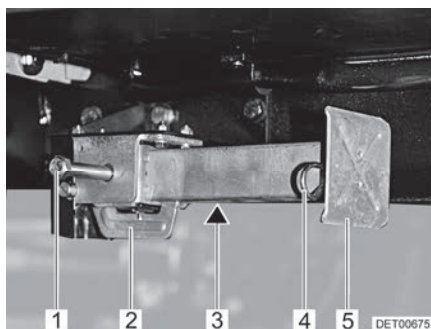

Bild 21 Stödben
- Placera hylsnyckeln på sexkanten (Bild 21,1) och vrid runt den tills stödbenet står rakt neråt.
- När längden på stödbenet kan justeras, dras sprinten (Bild 21,4) ut ur stödbenets förlängning (Bild 21,5).
- Placera hylsnyckeln på sexkanten (Bild 21,1) och vrid runt den tills stödbenet inte längre sitter mot marken.
- Skjut in stödbensförlängningen (Bild 21,5) helt och sätt in sprinten (Bild 21,4) i borrhålet på stödbensförlängningen.
- Vrid sexkanten (Bild 21,1) tills stödbenet svängs uppåt och spåret (Bild 21,2) är helt vid slutet av skåran (Bild 21,3).